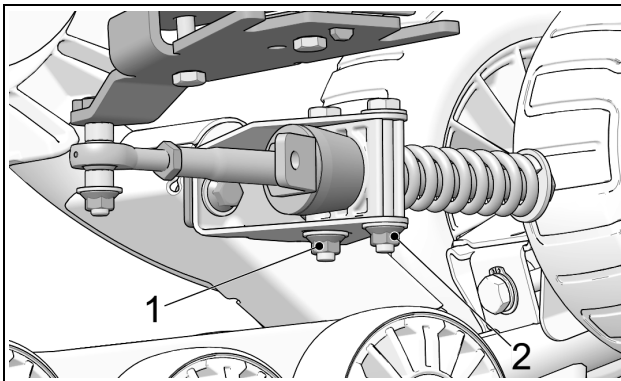

Abbildung 9
- Schrauben des Verdrehsicherungsbügel (1) und (2) mit einem Anzugsmoment von 50 N•m [37 lb-ft] festziehen. Siehe Abbildung 9.